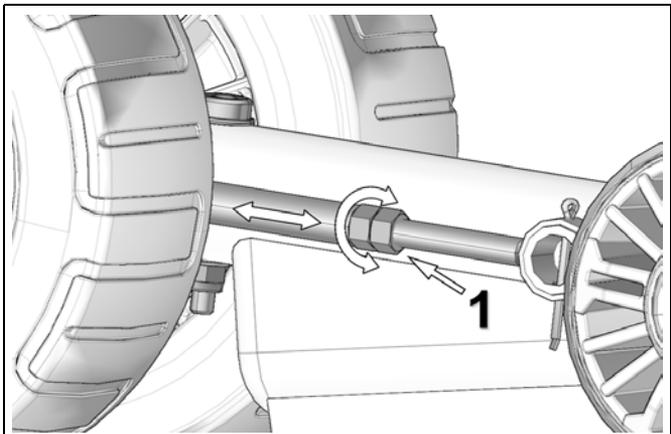

Figure 27
Desserrer le contre-écrou et tourner l'écrou d'ajustement (1) pour régler la tension de la chenille. Voir la Figure 27.